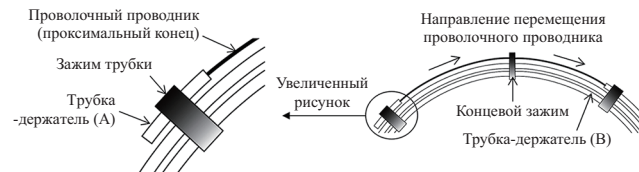

Рис. 2
- Извлеките проволоочный проводник из зажима, затем медленно и плавно перемещайте проволоочный проводник, проталкивая дистальный конец проволоочного проводника через трубку-держатель (В) (Рис. 2).